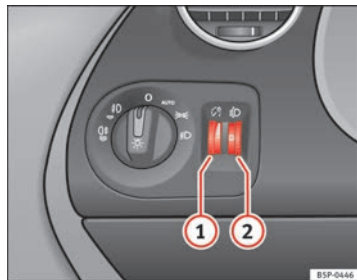

Fig. 73 Tablero de instrumentos: reguladores de la iluminación de instrumentos y mandos y del alcance de los faros
Con las luces encendidas se puede regular la intensidad de la luz de los instrumentos y mandos girando la ruedecilla moleteada ⇒ fig. 73 ①.